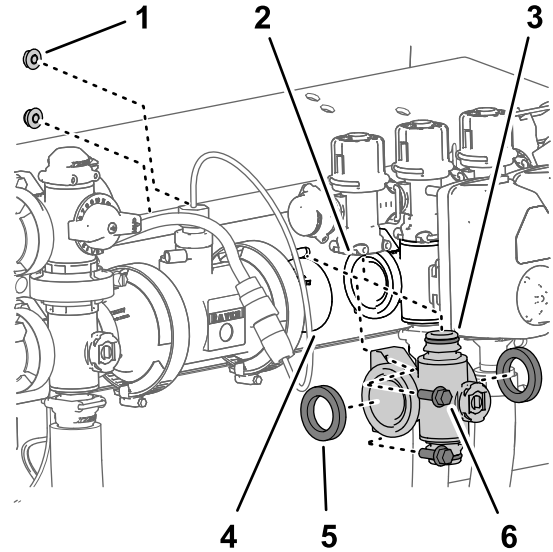

Bild 127
Bundkopfschrauben ($\frac{1}{4}'' \times \frac{3}{4}''$) und die zwei Sicherungsbundmutter ($\frac{1}{4}''$), mit denen der Abschnittventilverteiler an der Ventilstütze befestigt ist (Bild 127).
- Schieben Sie den Abschnittventilverteiler und die Dichtungen nach unten, um einen Abstand zum Abschnittsicherheitsventil zu erhalten; entfernen Sie sie dann von der Maschine (Bild 127).